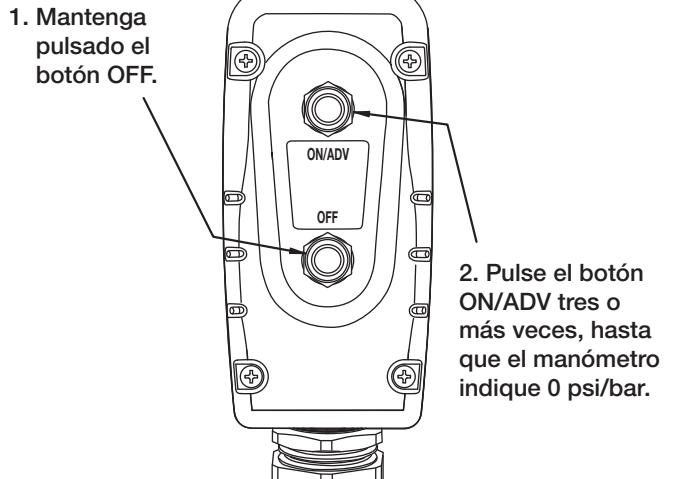

Figura 7, Liberación de presión (con los botones del mando remoto)
- Mantenga pulsado el botón “OFF”. Véase la Figura 7.
- Mientras mantiene pulsado el botón “OFF”, pulse y suelte el botón “ON/ADV” tres o más veces, hasta que el manómetro indique cero (0) psi/bar. Ahora se pueden retirar las mangueras.